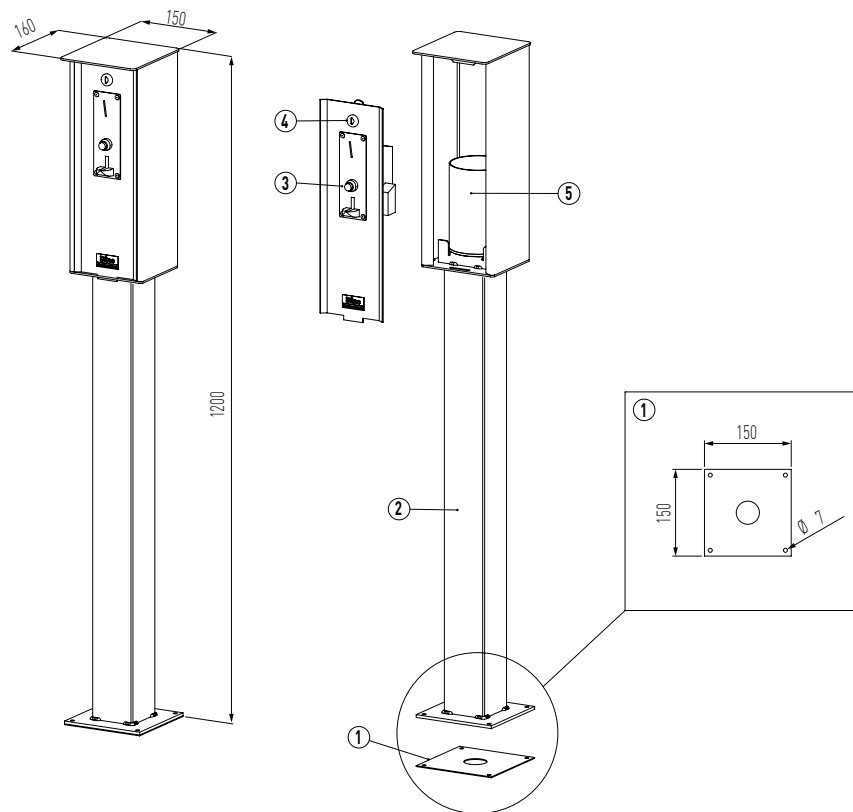

fig. 1
2. RIFERIMENTI ILLUSTRAZIONI (fig. 1 e 2)
2. REFERENCE TO ILLUSTRATIONS (fig. 1 and 2)
2. REFERENCES (fig. 1 et 2)
2. VERWEISE AUF ABBILDUNGEN (Abb. 1 und 2)
2. REFERENCIAS DE LA ILUSTRACIONES (fig. 1 y 2)